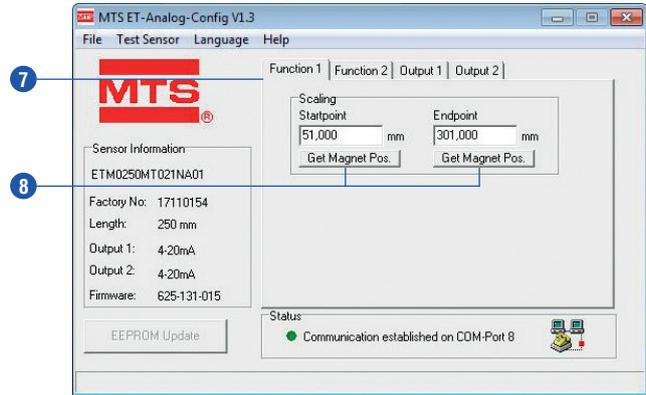

Fig. 30: Boîte de dialogue avec onglets
- ❷ Déterminer la plage de mesure avec le **Startpoint** et **Endpoint** sous l'onglet **Function 1** (Fig. 30).
- ❸ La position actuelle de l'aimant peut être enregistrée avec les boutons **Get Magnet Pos.**. Le sens de mesure change lorsque la valeur du **startpoint** est supérieure à la valeur du **endpoint**. Quel que soit le sens de mesure, la distance de mesure minimum est de 25 mm (Fig. 30).